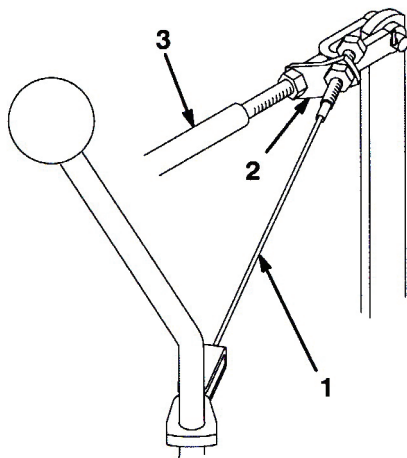

図51
1. ケーブル・アセンブリを芝刈り・昇降コントロール・ロッド・ブラケットに固定している前ジャム・ナットをゆるめる。(図51)。
3. 芝刈り・昇降コントロール・ロッドを後ろの位置に固定したまま、ケーブルのたるみが完全なくなるまで後ロックナットを締める(図51)。締め過ぎないように注意すること。